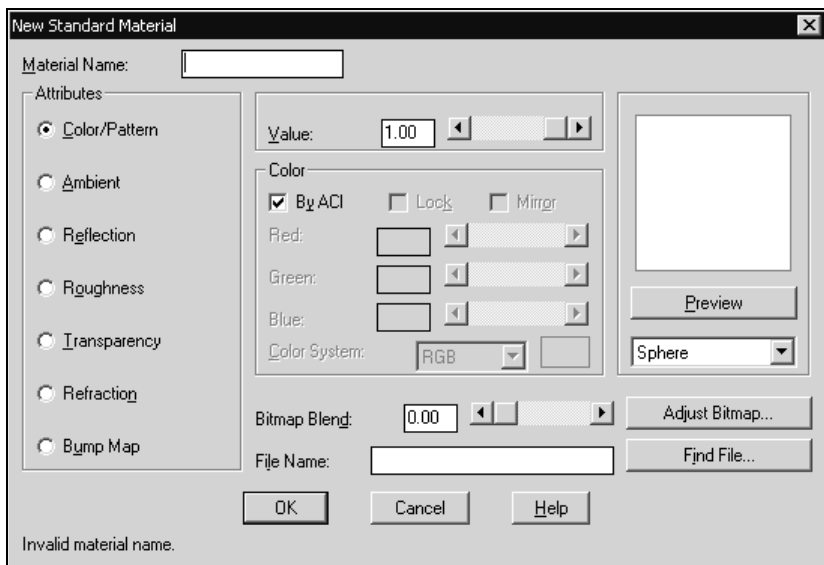

Рис. 10.7. Диалоговое окно **New Standard Material**
3. В поле редактирования **Material Name** (Имя материала) диалогового окна **New Standard Material** (Новый стандартный материал) (рис. 10.7) ввести имя, содержащее не более 16 символов.
3. Установить переключатель **Attributes** (Параметры) в положение **Color / Pattern** (Цвет / Текстура) в диалоговом окне **Modify Standard Material** (Изменение стандартного материала) (аналогично окну **New Standard Material** (Новый стандартный материал) на рис. 10.7) и изменить значение параметра в поле **Value** (Значение) с 0.3 на 0.7.
- в поле **Material Name** (Имя материала) диалогового окна **New Standard Material** (Новый стандартный материал) (рис. 10.7) ввести имя материала, содержащее не более 16 символов;